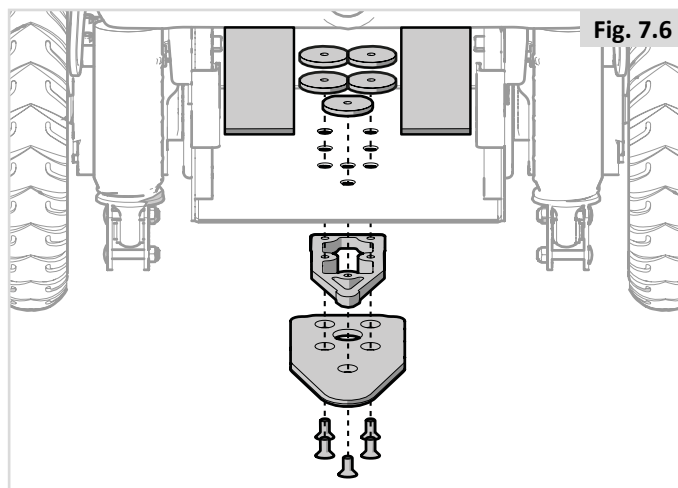

Fig. 7.6
1. Monte el separador de 8 mm en la placa de cierre (Fig. 7.6).